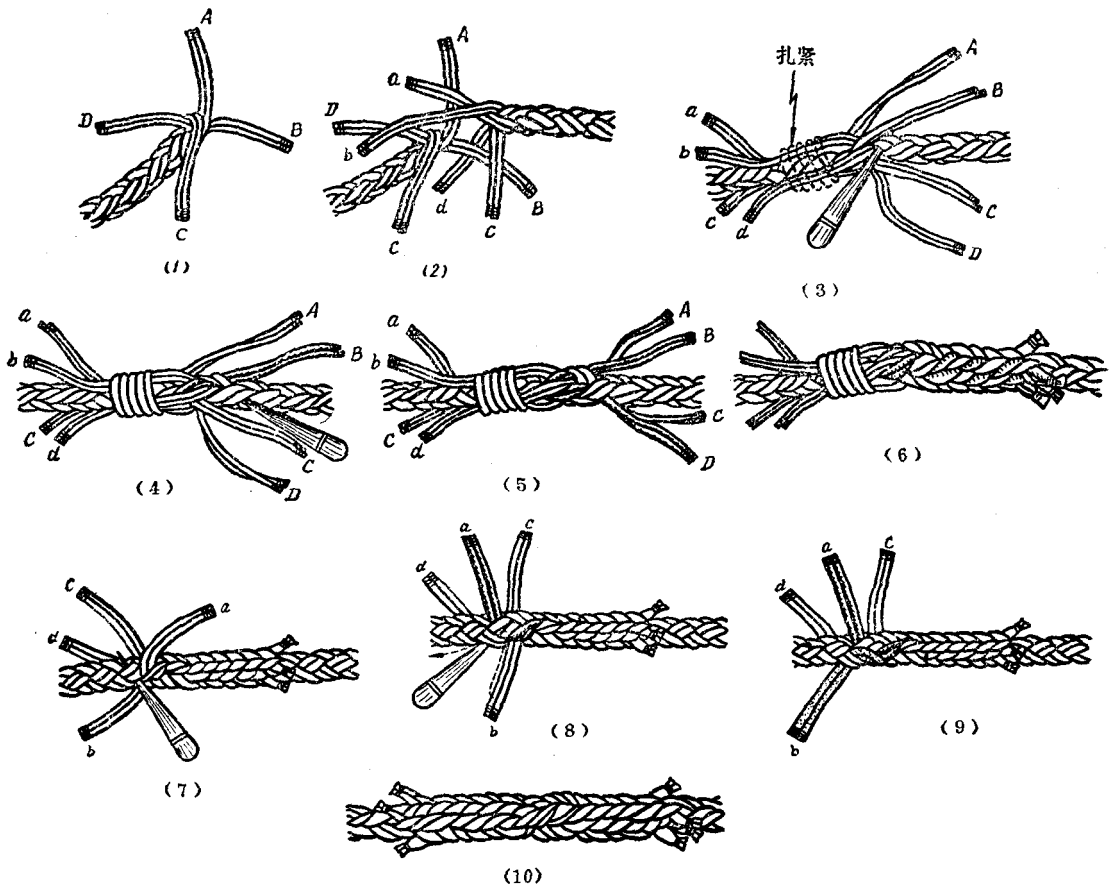

图 1-39 八股化纤绳短插接
插法：和琵琶头插法一样，双花起头，单花两边各插三花（图 1-39）。
在插接之前，首先将缆绳破断或损坏处两头割平，松开。每边各分为四组，每组以 *A*、*B*、*C*、*D* 与 *a*、*b*、*c*、*d* 表示，每组双股用帆线扎牢，如图 1-39(1) 所示。将分好的两端绳头相互叉开交接，成 *Aa*、*Bb*、*Cc*、*Dd*，如图 1-39(2) 所示。
将各端四组分别收紧，使其交接紧凑，受力均匀。然后把一端的四组与缆绳一起扎牢，如图 1-39(3) 所示。木笔在紧邻 *B* 组前的两绳股处插入，随后把 *B* 组索股在木笔剖开处穿出，如图 1-39(4) 所示。同样木笔在 *C* 组前的两股插入，再把 *C* 组索股在木笔剖开处插入，如图 1-39(5) 所示。另外的二组 *A*、*D* 的插法与 *B*、*C* 两组插法完全一样，只要将图 1-39(5) 中 *B*、*C* 换成 *A*、*D* 即可，四组插完一花后收紧，然后进行单花插，即把四组分为八股，其插法与插琵琶头相同，单花插三花（三度）。单花插完三花后将各组尾端烙平，如图 1-39(6) 所示。
一端插完后，将另一端扎牢处打开，收紧待插各组，如图 1-39(7)所示。
木笔在紧邻 *a* 组前的两股插入，把 *a* 组在木笔剖开处穿出，如图 1-39(8)所示
木笔在 *b* 组前的两股插入，把 *b* 组在木笔剖开处穿出，如图 1-39(9)所示。
另外两组 *c*、*d* 的插法与 *a*、*b* 两组插法完全一样，只要照图 1-39(9) 翻过来，换成 *c*、*d* 即可，然后进行单花插，插法和已插的一端相同，插接完成后，经整理扎牢，烙平即成。如图 1-39(10) 所示。